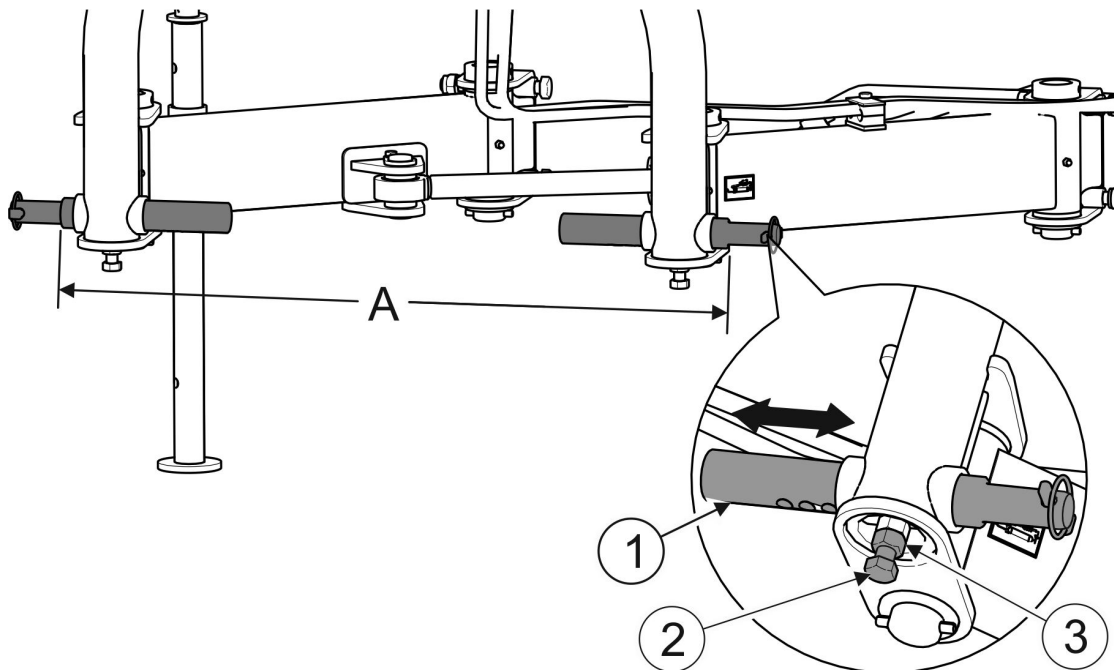

РИСУНОК 4.4 Регулировка нижних сцепных шкворней навесной системы косилки.
При помощи нижних шкворней (1) навесной системы косилки можно регулировать расстояние между тягами (РИСУНОК 4.4). Чтобы изменить расстояние между сцепными шкворнями навесной системы, необходимо:
- слегка отвинтить контргайку (3),
- отвинтить установочный болт (2),
- передвинуть шкворень (1) вправо или влево, пока не будет достигнуто нужное расстояние,
- заблокировать положение шкворня при помощи установочного болта (2) и контргайки (3).